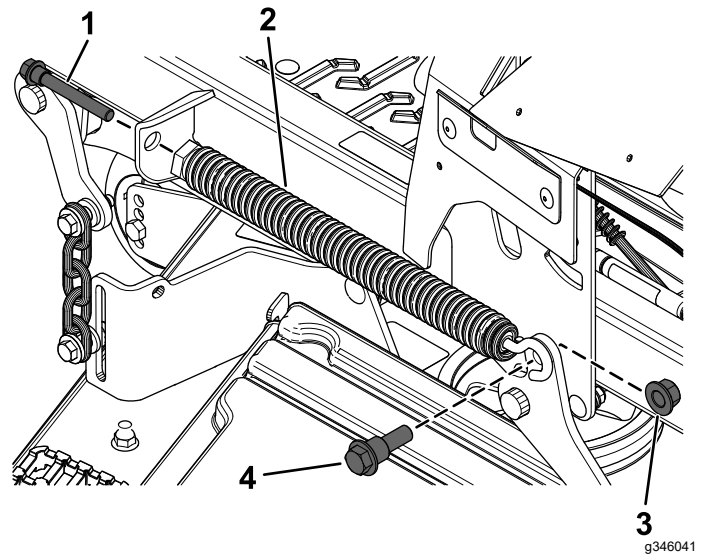

図 6
1. デッキ昇降スプリングの前側を固定しているスプリングボルトを外す 図 6。
2. デッキ昇降スプリングの後側を固定しているショルダボルトとロックナット $\frac{1}{2}$ "を外す 図 6。
3. デッキ昇降スプリングを外す 図 6。